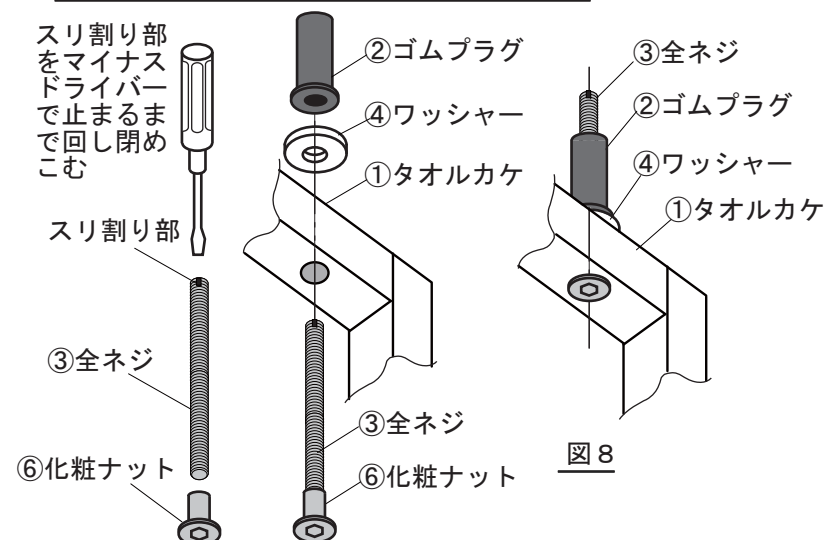
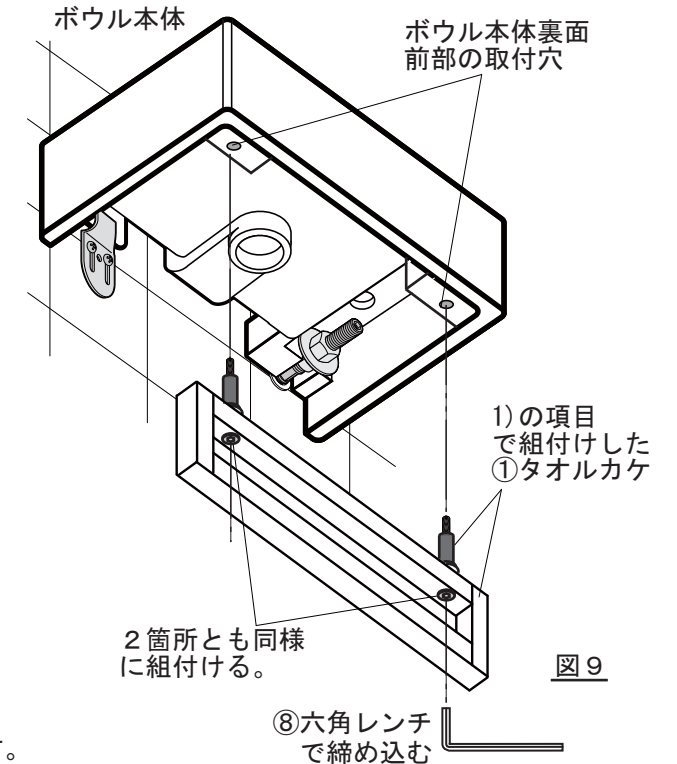

図8
図9
- 1) ③全ネジと⑥化粧ナットをマイナスドライバーで締め込みます。それを①タオルカケに通し④ワッシャー②ゴムプラグを組付け仮止めします。計2箇所(図8)
- 2) 1)の項目で組付けた①タオルカケをボウル本体裏面前部の取付穴2箇所に差込みます。
⑥化粧ナットを⑧六角レンチで締め込み、①タオルカケを固定します。最後に①タオルカケがしっかりと取付いている事を確認下さい。(図9)